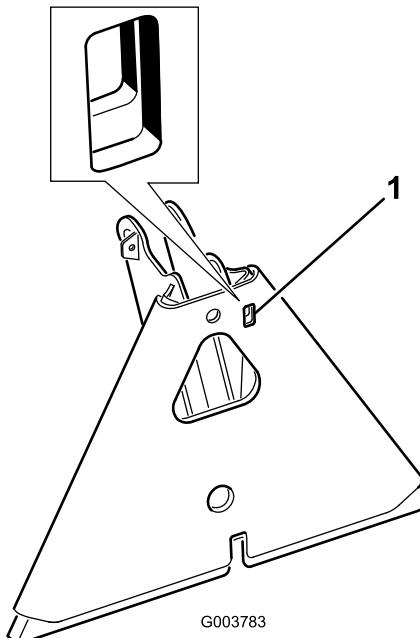

Bild 17
**Hinweis:** Wenn der Adapter für das Anbaugerät am Adapter der Zugmaschine feststeckt, stecken Sie einen Schraubenzieher oder eine Brechstange in den Schlitz, um die Teile zu trennen (Bild 17).